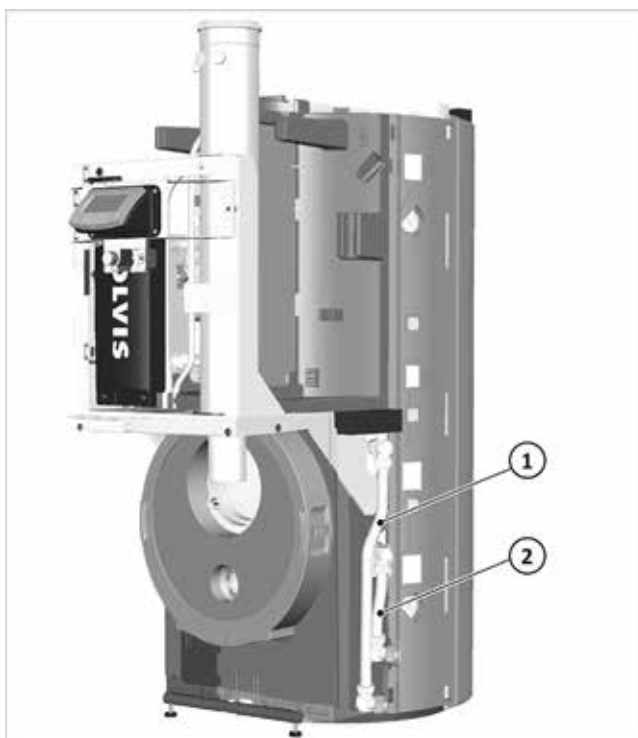

Abb. 35: H-VL (1) / H-RL-Anschluss (2) für externe HKS
1. Die beiden Winkel am Heizungsvorlauf- und Rücklaufanschluss demontieren (siehe → Abb. 35, S. 18).